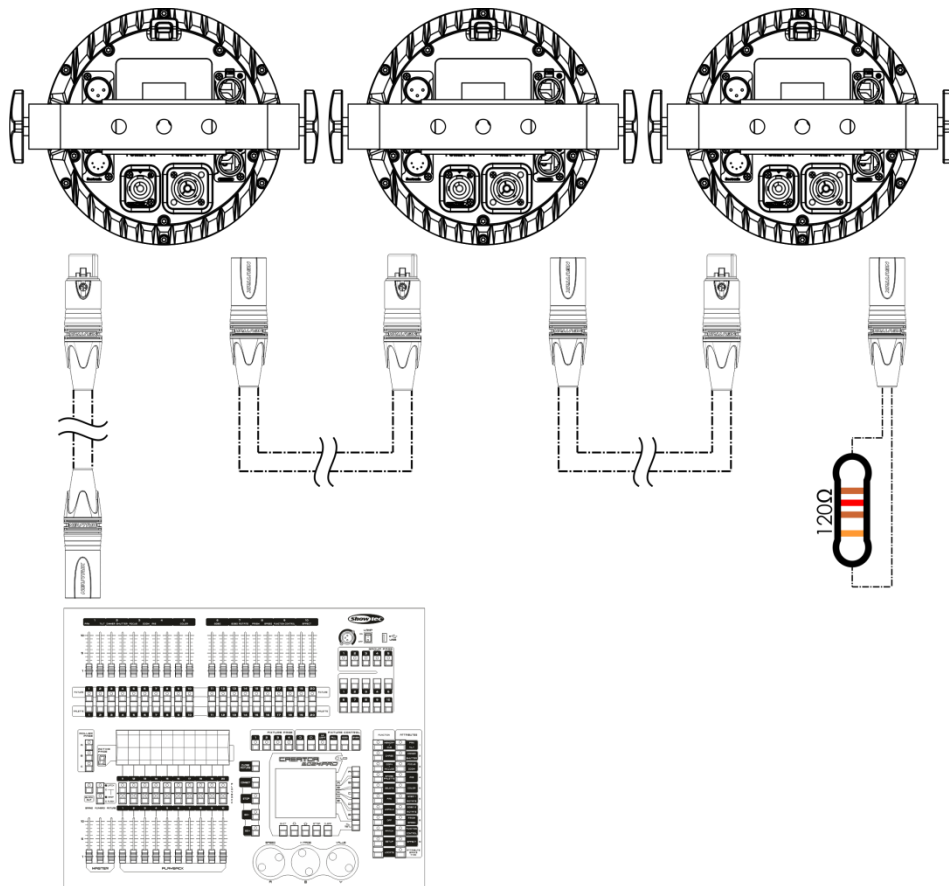

Fig. 04
- 04) Collegare le unità come indicato nella Fig. 04. Collegare un controller luci alla presa DMX "in" della prima unità, usando un cavo DMX. Collegare la presa "out" della prima unità alla presa DMX "in" della seconda unità, servendosi di un cavo di segnale DMX. Collegare la seconda, terza e quarta unità.